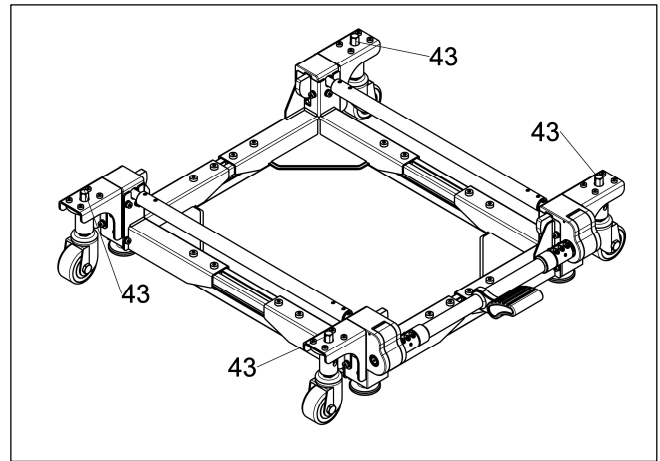

Abb.18
- Drehen Sie mit dem Ringgabelschlüssel "D" die Stellschrauben "43" im Uhrzeigersinn, um die Basis am entsprechenden Punkt anzuheben, Absenken funktioniert gegen den Uhrzeigersinn. Stellen Sie hier sicher, dass eine Bodenfreiheit von mindestens 10mm bzgl. der Stützfüße oder dem Maschinensockel vorhanden ist. (siehe **Abb.18**)